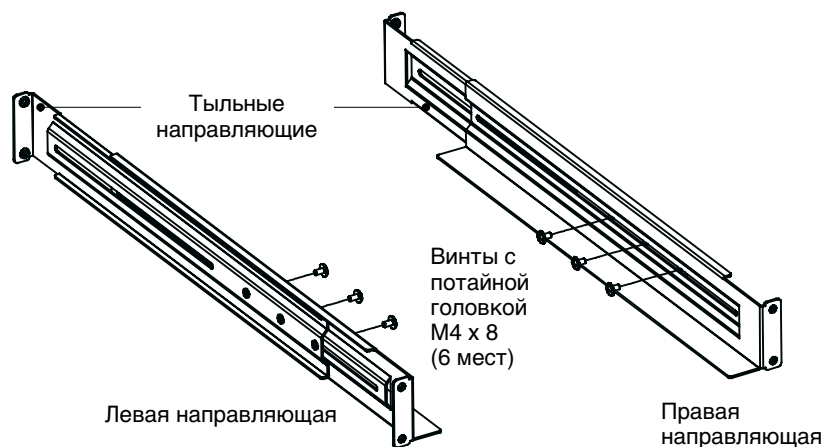

Рисунок 4. Сборка направляющих
1. Прикрепите левые и правые направляющие к задним направляющим, как показано на Рисунок 4. Не затягивайте винты.